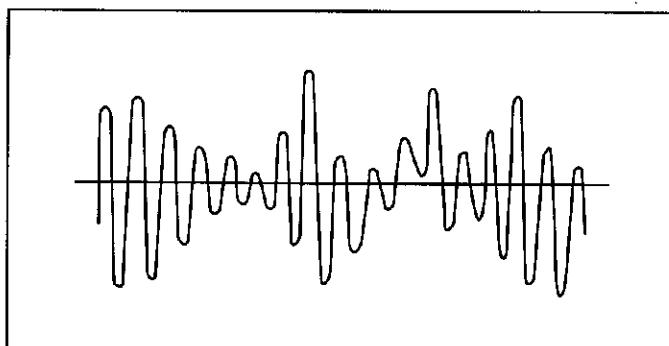

图9-3 配管状况恶劣时的波形
- 图9-3所示是配管状况恶劣（直管段长度不足，配管的偏心，密封垫凸出等）时引起的波形。